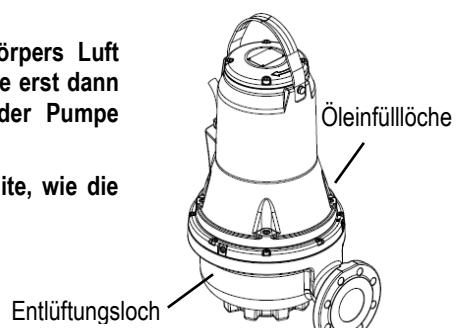

Abb. 6
**Während dem Positionieren der Pumpe kann im Innern des Pumpenkörpers Luft eingeschlossen bleiben. Diese Luft kann entfernt werden, indem die Pumpe erst dann installiert wird, nachdem das spezielle Entlüftungsloch an der Seite der Pumpe freigelegt wurde. (Abb. 6)**